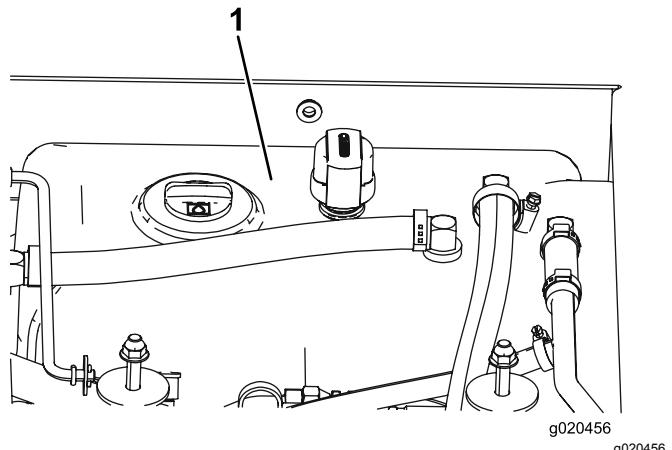

Figura 104
- Encha o reservatório (Figura 104) com fluido hidráulico; consulte Verificar o fluido hidráulico (página 77).